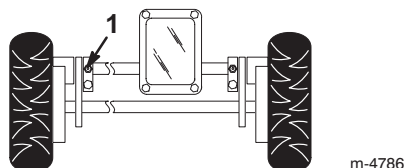

Figure 22
1. Essuyez les graisseurs à l'aide d'un chiffon propre (Fig. 22).